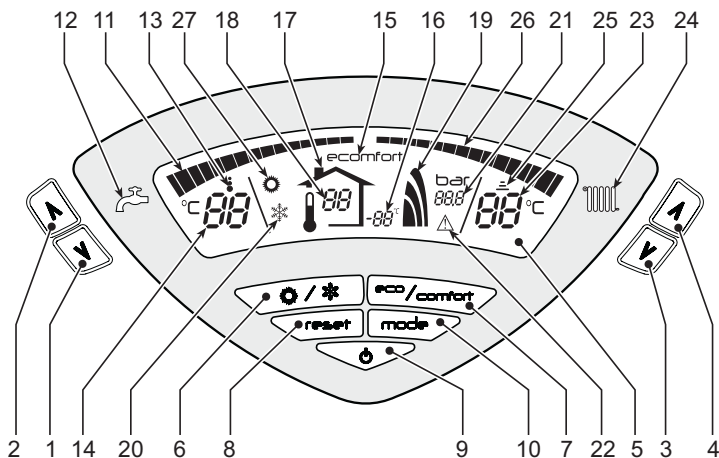
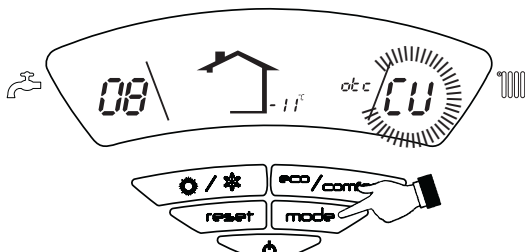

fig. 1 - Panoul de control
fig. 11 - Curba de compensare
Cererea de încălzire (generată de Termostatul de cameră sau de Cronocomanda la distanță) este indicată de clipirea intermitentă a simbolului **Funcționare Încălzire** (det. 25 - fig. 1).
Liniile gradate pentru încălzire (det. 26 - fig. 1) se aprind pe măsură ce temperatura senzorului de încălzire atinge valoarea setată.
Cererea de apă caldă menajeră (generată de deschiderea robinetului de apă caldă menajeră) este indicată de clipirea intermitentă a simbolului **Funcționare Apă caldă menajeră** (det. 13 - fig. 1). Controlați să fie activă funcția Comfort (det. 15 - fig. 1)
Liniile gradate pentru apă caldă menajeră (det. 11 - fig. 1) se aprind pe măsură ce temperatura senzorului pentru apa caldă menajeră atinge valoarea setată.
Când încălzirea boilerului este activată (setarea implicită), pe afișaj e activ simbolul COMFORT (det. 15 - fig. 1), iar când este dezactivată, pe afișaj e activ simbolul ECO (det. 15 - fig. 1)
Boilerul poate fi dezactivat de către utilizator (modul ECO) apăsând pe tasta eco/comfort (det. 7 - fig. 1). Pentru a activa modul COMFORT apăsați din nou pe tasta eco/comfort (det. 7 - fig. 1).
Apăsați pe tasta **on/off** (det. 9 - fig. 1) timp de 1 secundă.
Este dezactivată funcționarea circuitului de încălzire. Rămâne activ sistemul antiîngheț. Pentru a porni din nou centrala, apăsați din nou pe tasta **on/off** (det. 9 fig. 1) timp de 1 secundă.
- Apăsați pe tasta ON/OFF (9 - fig. 1)
Apăsați pe tasta **Vară/Iarnă** (det. 6 - fig. 1) timp de 1 secundă.
Pe afișaj se activează simbolul Vară (det. 27 - fig. 1): centrala va prepara numai apă caldă menajeră. Rămâne activ sistemul antiîngheț.
Pentru a dezactiva modul Vară, apăsați din nou pe tasta **Vară/Iarnă** (det. 6 - fig. 1) timp de 1 secundă.
Cu ajutorul **tastelor pentru încălzire** (det. 3 și 4- fig. 1) modificați temperatura de la un minim de 30 °C la un maxim de 80 °C.
Cu ajutorul **tastelor pentru apă caldă menajeră** (det. 1 și 2 - fig. 1) modificați temperatura de la un minim de 10 °C la un maxim de 65 °C.
Când e instalată sonda externă (opțional), pe afișajul panoului de comandă (det. 5 - fig. 1) se vede temperatura externă curentă detectată de sonda externă. Sistemul de reglare al centralei lucrează cu "Temperatură variabilă". În acest mod, temperatura din circuitul de încălzire este reglată în funcție de condițiile climatice externe, astfel încât să se garanteze un confort ridicat și economie de energie tot anul. În special, când crește temperatura externă se reduce temperatura din turul instalației, în funcție de o anumită "curbă de compensare".
Cu reglarea Temperatură Variabilă, temperatura setată cu ajutorul **tastelor pentru încălzire** (det. 3 și 4 - fig. 1) devine temperatura maximă din turul instalației. Se recomandă să se regleze la valoarea maximă pentru a permite sistemului să regleze total intervalul util de funcționare.
Apăsând o dată pe tasta **Mode** (det. 10 - fig. 1) apare curba de compensare curentă (fig. 11), care poate fi modificată cu ajutorul **tastelor apă caldă menajeră** (det. 1 și 2 - fig. 1).